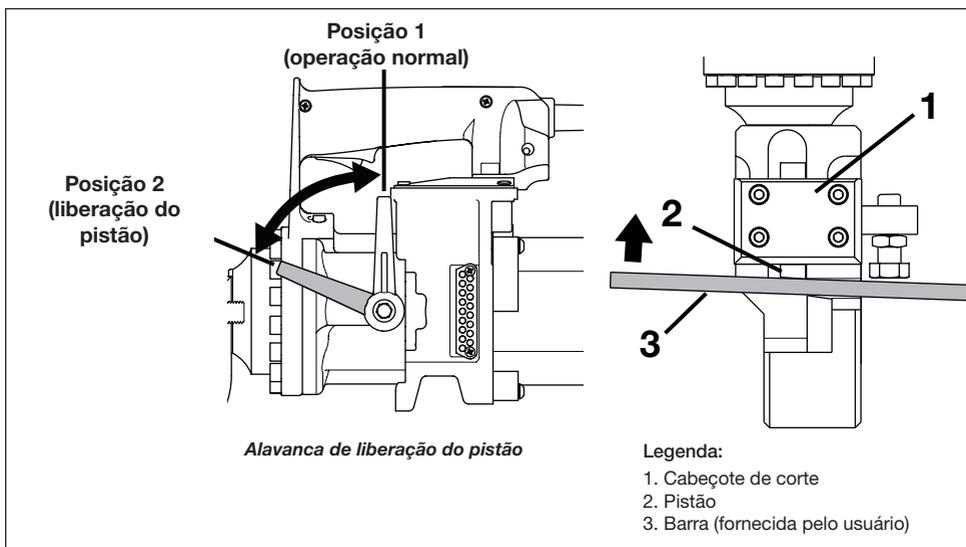

Figura 11, procedimento de retração manual do pistão
3. Mova a alavanca de liberação do pistão em sentido anti-horário para liberar manualmente o pistão. Veja a Figura 11, posição 2.
4. Usando uma barra de aço rígida, empurre manualmente o pistão para dentro do cortador até que ele tenha retornado para a posição "inicial". Veja a Figura 11, item 3. Isto deve desalojar qualquer sujeira ou outro material que tenha prevenido que o pistão retorne durante a operação normal.
5. Mova a alavanca de liberação do pistão totalmente em sentido horário para retomar a operação normal do cortador. Veja a Figura 11, posição 1.
8. Limpe a parte exposta do pistão. Remova quaisquer detritos, chispas ou sujeira desta área. Veja a Figura 11, item 2.